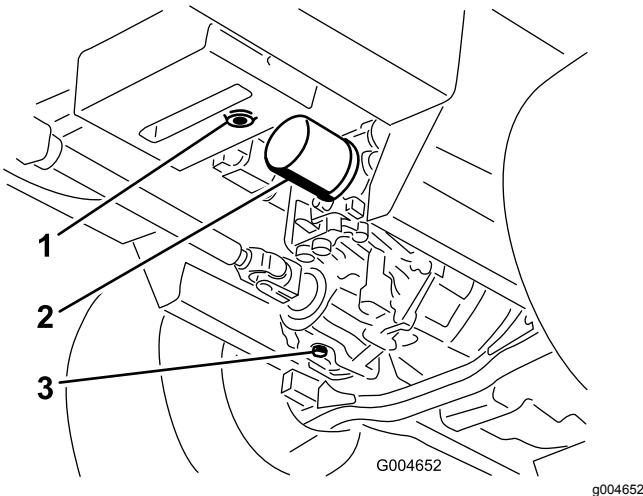

Figura 91
3. Coloque un recipiente grande debajo del depósito de aceite hidráulico y el alojamiento de la transmisión y retire los tapones; deje que se vacíe todo el aceite hidráulico (Figura 91).
4. Limpie la zona alrededor del filtro de aceite hidráulico y retire el filtro (Figura 91).